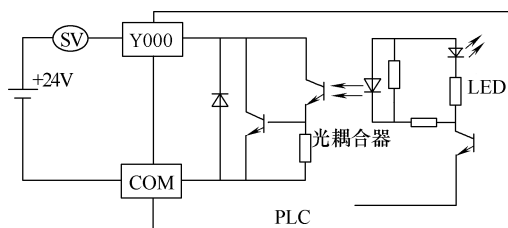

图 1-41 晶体管输出型 PLC 的输出端接线图
**预防措施：**在进行晶体管输出型 PLC 的输出端接线安装时，输出端所接电源只能是直流电源，并且直流电源的极性不能接反，所以只能驱动直流负载，其正确的接线方法如图 1-41 所示。